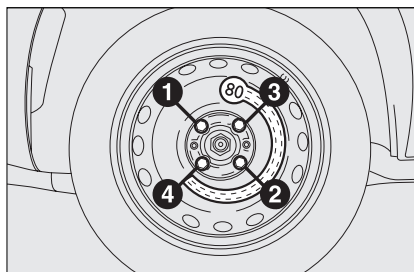

Рис. 8
- ☐ Используя гаечный ключ, затяните болты крепления колеса в последовательности, указанной на **рис. 8**.
- ☐ Окончательно затяните болты, используя гаечный ключ, в последовательности, указанной на **рис. 8**;
- ☐ Используя гаечный ключ, произведите окончательную затяжку болтов крепления в последовательности, указанной на для запасного колеса-докатки (см., **рис. 8**).